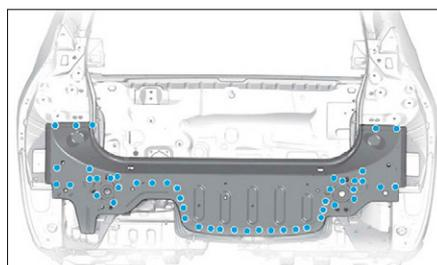
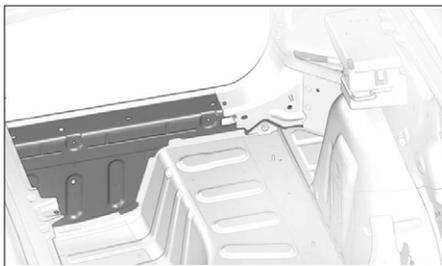

FIG. 181
FIG. 182
- bouchons MAG (Fig.181) et (Fig.182).